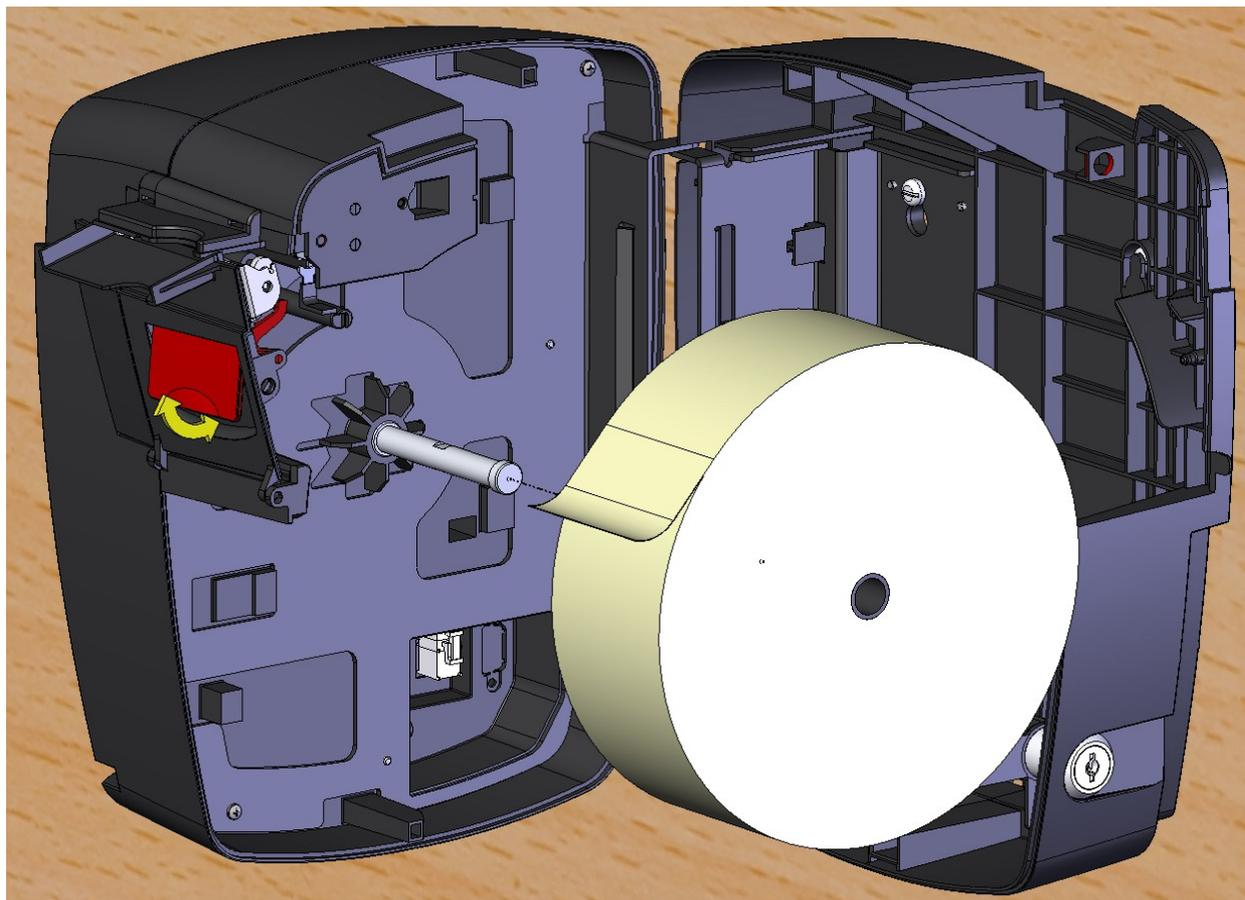

Figura 1 - Inserção da bobina no compartimento
- Abrir o compartimento da impressora, utilizando a chave do produto e puxando a “trava” (destacada em vermelho na figura 1) para cima, conforme a seta em amarelo.